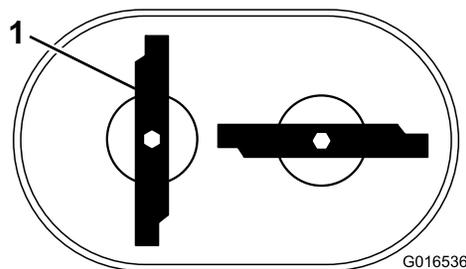

Figure 43
**Remarque:** Les lames doivent être perpendiculaires et former un « T » inversé, comme montré à la Figure 43.